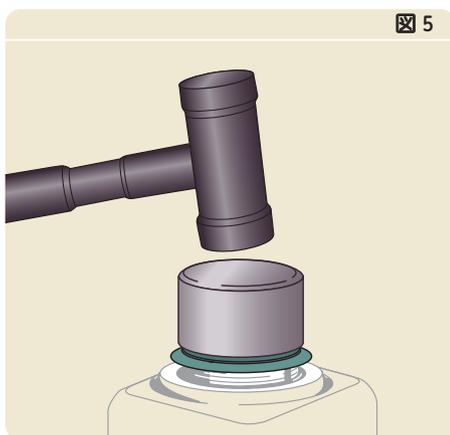

図5
- 8 スリーブが摩耗したシャフト面を覆うまで、取り付け工具の中央を軽くたたきます(→ 図5)。取り付け工具が短過ぎる場合は、四角に切った、バリのない長いパイプまたは管を使うことができます。パイプの内径が取り付け工具の内径と同じ寸法になるようにしてください。精密に磨かれたスリーブの外径に傷を付けないように注意してください。